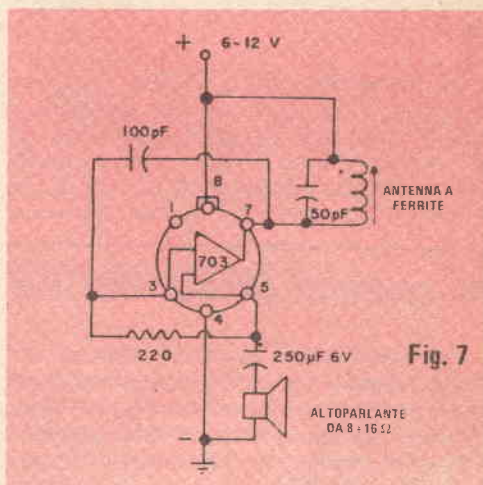

Fig. 7
**7) Microfono trasmettitore** - Il microfono trasmettitore della *fig. 7* è previsto per trasmettere, via radio, segnali a voce ad un ricevitore ad onde medie situato fino a circa 30 m di distanza. In questo caso, il circuito 703 viene usato come oscillatore ed amplificatore audio. Come microfono, è sufficiente un piccolo altoparlante per ricevitori a transistori. Per l'uso come fonoscrittore, si sostituisca l'altoparlante con un trasformatore da 50.000  $\Omega$  : 1.000  $\Omega$  e si colleghi alla cartuccia fono l'avvolgimento ad alta impedenza.